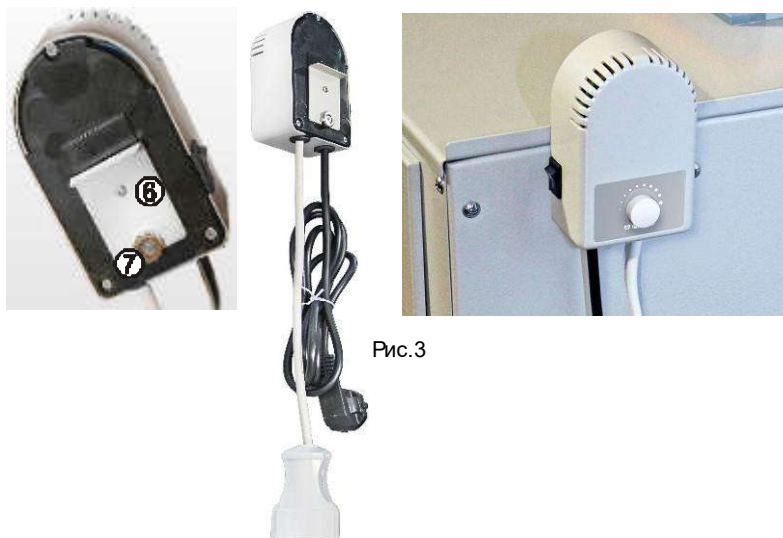

Рис.3
- на вертикальной металлической (ферромагнитной) поверхности при помощи магнита (7), зацепив отгибом кронштейна (6) за прорезь или край вертикальной стенки. Рабочее положение – проводами вниз, рис.3.